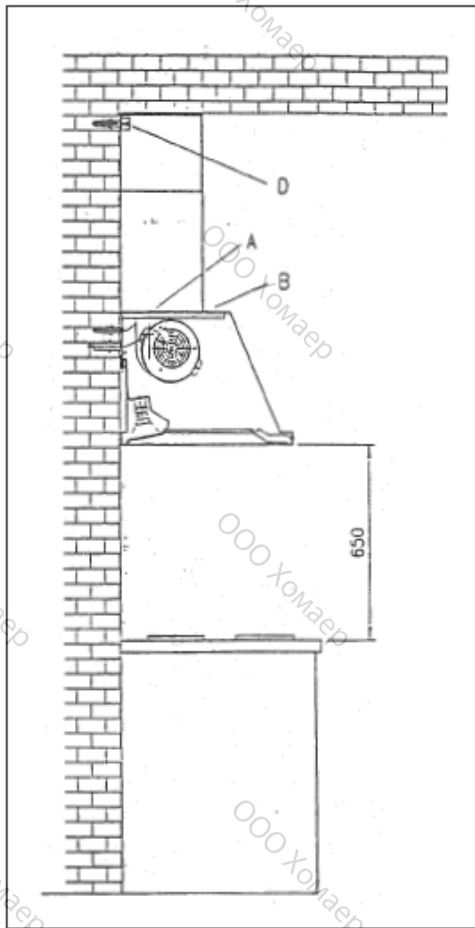

FIG. 1
- Блокировочные болты (рис.1-А).
- Поддерживающие и выравнивающие болты (рис.1-В).
- Крепежные болты крепления вытяжки к воздухоотводной трубе (рис.1-С).
- Скобы и крепежные болты воздухоотводной трубы к стене (рис.1 –D).